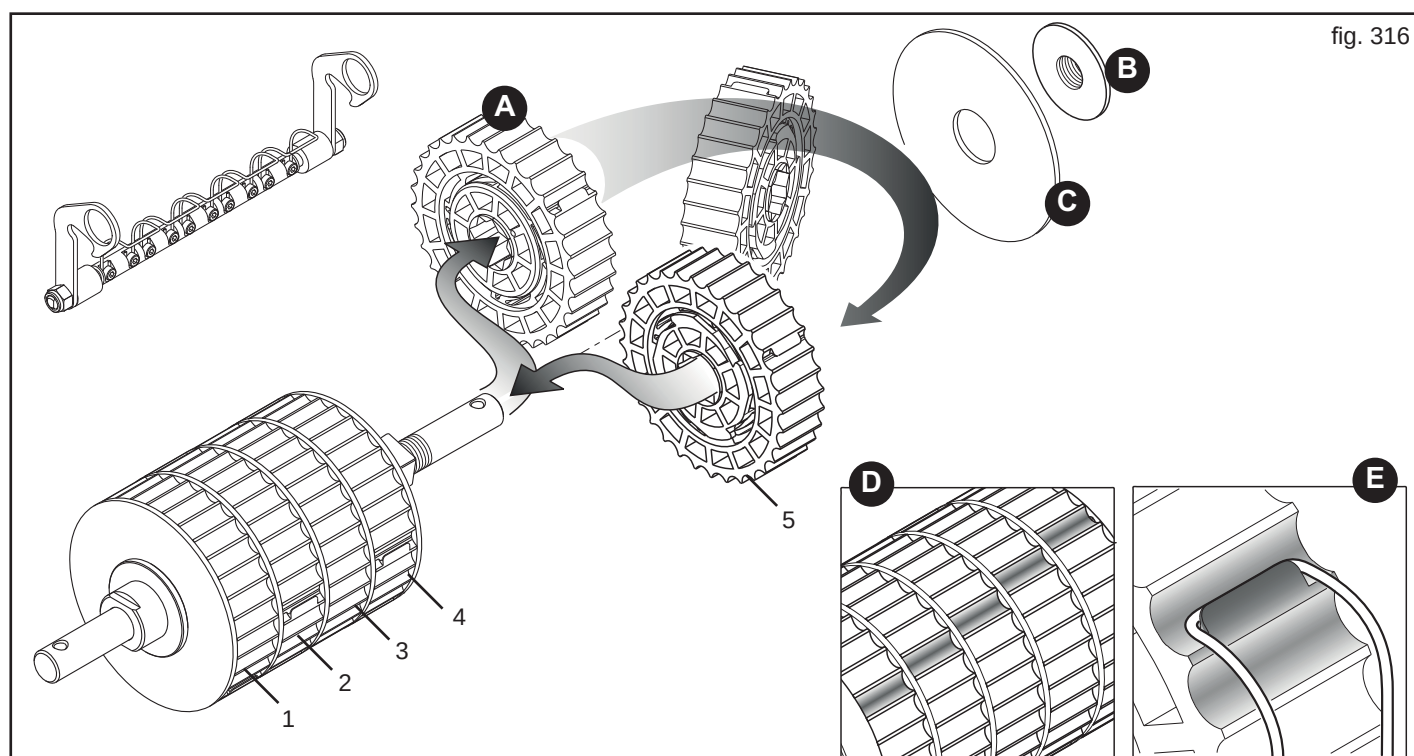

fig. 316
Dit d'abord que chaque secteur (A, Fig. 316) distribue le 20% de produit de l'entier roulement distributif, est possible d'augmenter les secteurs en travail et réduire la vitesse de rotation de la boîte de vitesse, en obtenant une distribution homogène.
Après avoir démonté le roulement de dosage de l'équipement, utiliser la clé en dotation pour dévisser la pommelle (B, Fig. 316) et enlever l'embout de blocage (C). Ôter le secteur ou les secteurs à activer et monter renversés de 180° en **respectant les positions** (1-2-3-4-5, Fig. 316).
Pour monter les secteurs, faire de façon que en conditions de travail ceux actifs présentent les gorges distributives ne soit pas alignées (D, Fig. 316), pour garantir la continuité de la distribution.
Bloquer l'élément nettoyant dans la position de travail, en vérifiant que les ressorts crochètent les respectifs secteurs exclus (E, Fig. 316) en bloquant la rotation et donc la distribution.